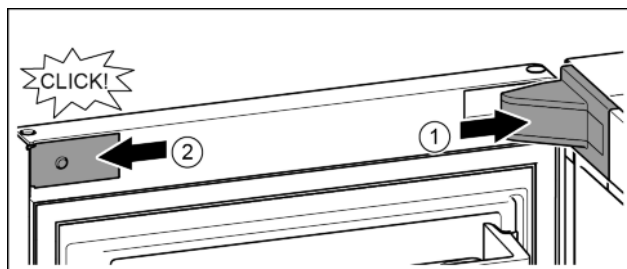

Fig. 24
- ▶ Założyć osłonę płytki zawiasu i zazębnić, ew. ostrożnie odsunąć. *Fig. 24 (1)*
- ▶ Założyć zaślepkę z boku i zazębnić. *Fig. 24 (2)*